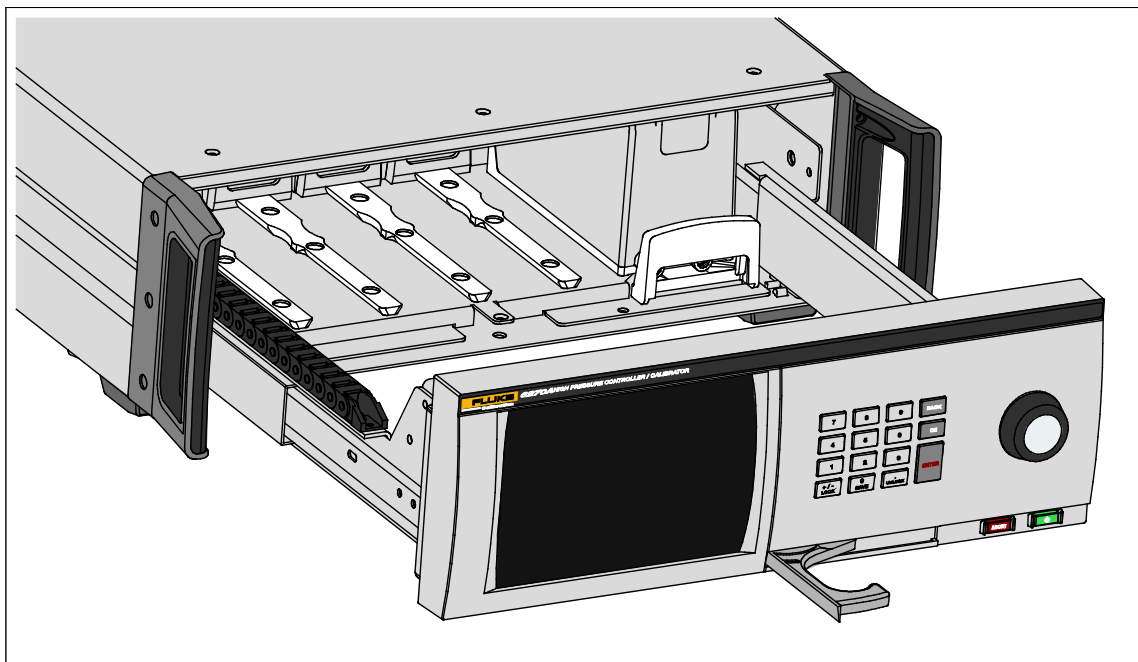

Рисунок 4. Установка модуля РСМ
5. Место модуля РСМ является крайне правым. Выровняйте дорожку на нижней части модуля РСМ относительно разъема РСМ внутри ниши модуля. См. рисунок 4.